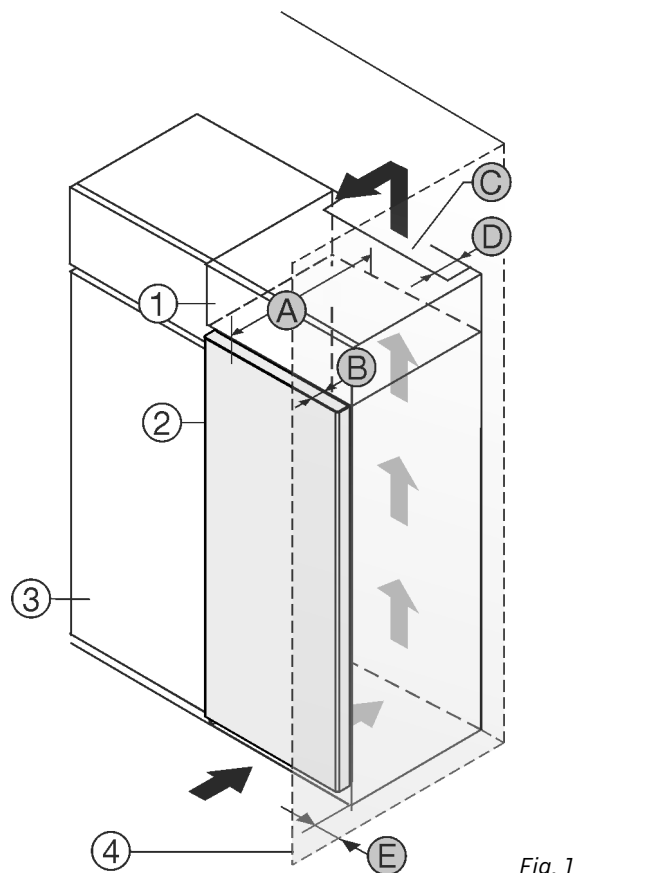

Fig. 1
Non collocare l'apparecchiatura accanto al mobile da cucina Fig. 1 (3).
Sul lato posteriore dell'armadietto sovrapponibile deve essere presente un vano di scarico dell'aria con la profondità Fig. 1 (D) che attraversa l'intera larghezza dell'armadietto sovrapponibile.
Sotto al soffitto deve essere presente la sezione di ventilazione Fig. 1 (C).
Se l'apparecchiatura con cerniere viene installata accanto a una parete Fig. 1 (4), la distanza minima fra l'apparecchiatura e la parete deve essere almeno di 13 mm.
Se l'apparecchiatura con cerniere viene installata accanto a una parete Fig. 1 (4), la distanza minima fra l'apparecchiatura e la parete deve essere almeno di 20 mm.
Per poter aprire completamente le porte, l'apparecchiatura deve sporgere almeno della profondità della porta Fig. 1 (B) rispetto al frontale del mobile da cucina. L'apparecchiatura può sporgere ulteriormente a seconda della profondità dei mobili da cucina Fig. 1 (3) e dell'utilizzo di distanziatori a parete.